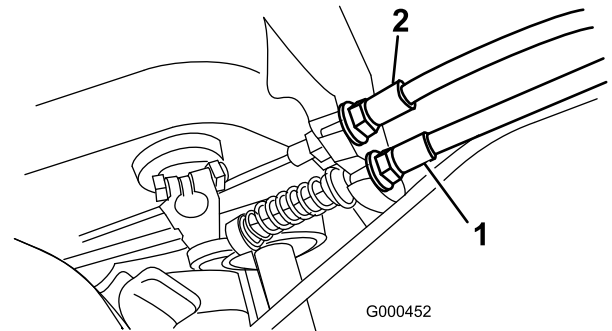

図 45
2. 走行ケーブルの前ジャム・ナットをゆるめ、後ジャム・ナット（図 45）を締めてケーブルの張りを出し、5.4～7.3 kgの力で走行コントロールがつかないようにする。